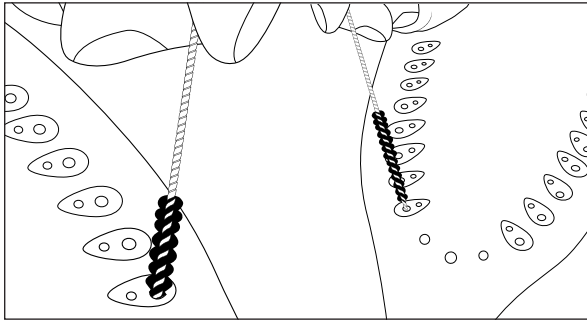

Fig. 13
- 2) Utilizați peria de curățare furnizată **11** pentru a îndepărta depunerile de calcar din orificiile tăpii fierului de călcat **8** (a se vedea fig. 13).